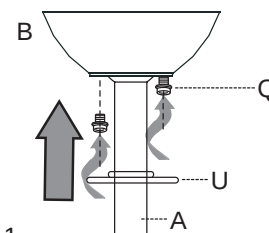

Fig. 1
1. Localice los dos tornillos para montaje de la cubierta (Q) en la parte inferior del soporte de montaje (C) y quite el tornillo para montaje de la cubierta (Q) que está localizado más cerca del extremo abierto del soporte de montaje (C). Afloje parcialmente el otro tornillo para montaje de la cubierta (Q). Eleve la cubierta (B) hasta el soporte de montaje (C). Ponga la parte redondeada del agujero con ranura en la cubierta (B) encima del tornillo para montaje de la cubierta (Q) alojado en el soporte de montaje (C) y empuje hacia arriba. Gire la cubierta (B) para cerrarla. Vuelva a introducir el tornillo para montaje de la cubierta (Q) que se quitó, y luego apriete bien ambos tornillos para montaje de la cubierta (Q). Suba la decoración para la cubierta (U) hasta la cubierta (B), alineando la parte redondeada de los agujeros con ranura en la parte inferior de la decoración para la cubierta (U) con las cabezas de tornillo en el fondo de la cubierta (B). Gire la decoración para la cubierta (U) a la derecha (en el sentido de las agujas del reloj) hasta que ya no gire. [Fig. 1]